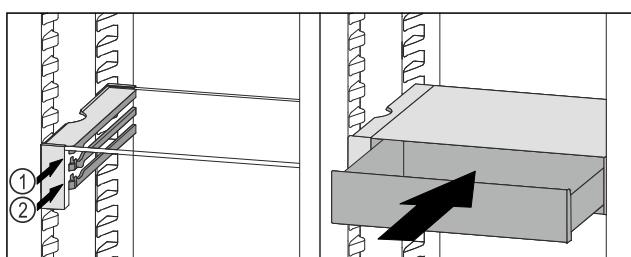

Fig. 114
- Predal VarioSafe namestite za zaustavljalnimi elementi na želeni nastavek Fig. 114 (1) ali Fig. 114 (2).